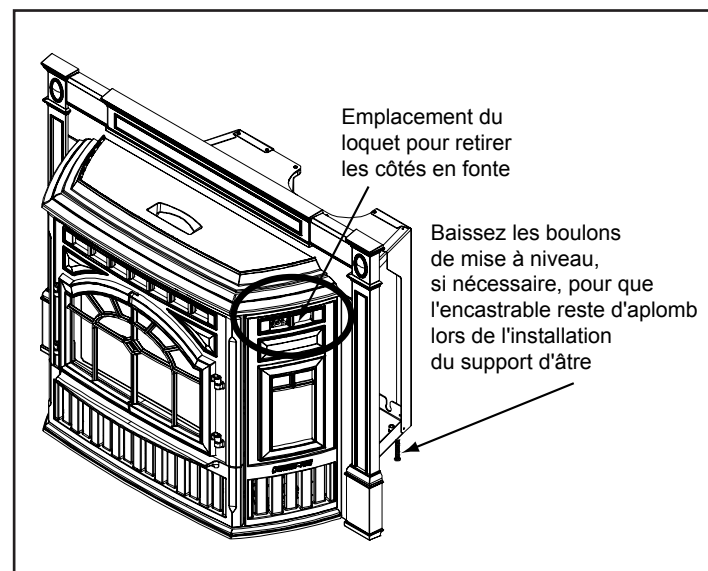

Figure 20.4 - Représenté avec l'ensemble de panneaux en fonte
7. Placez le support de foyer assemblé sous l'encastable. Baissez les boulons de mise à niveau si nécessaire afin que l'encastable soit bien de niveau. **Figure 20.4.**
1. Il y a un loquet à l'arrière du côté en fonte, au milieu de l'ouverture supérieure du côté en fonte, comme indiqué dans **figure 20.4.**
8. Retirez les deux côtés droit et gauche en fonte de l'encastrable. **Veillez vous référer à la figure 20.4 à la page 20.1.**
3. Retirez les 2 côtés en fonte et faites glisser la finition assemblée par dessus l'ensemble de panneaux assemblés. **Veillez vous référer à la figure 20.4 à la page 20.**